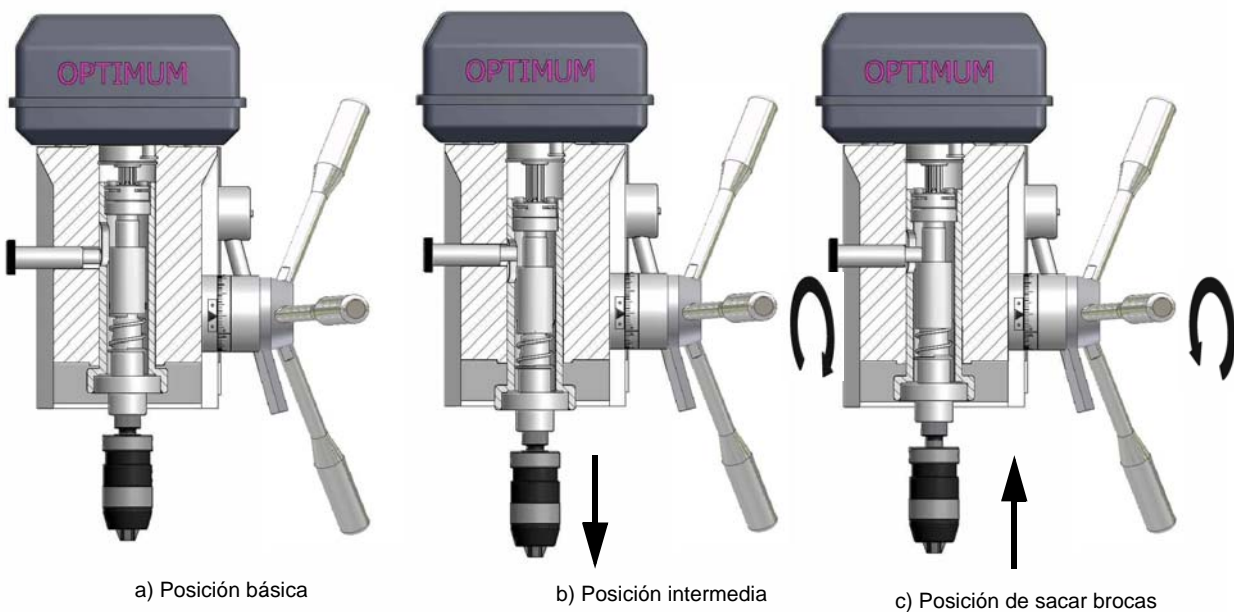

Fig.4-18: Visualización de las funciones del sacabrocas (visualización en sección).
- Baje la pinola hasta que el perno de bloqueo ① se meta un poco (Fig. 4-18 (b) posición intermedia).
- Mueva el perno de bloqueo ① hasta ahora, hasta el perno de bloqueo engancha totalmente (Fig. 4-18 (c) posición de sacar brocas).
- Presione hacia arriba la palanca de la pinola ② .